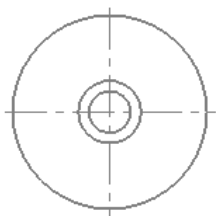
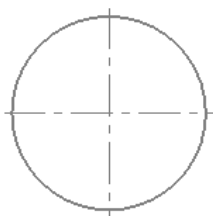

图 3.15.5 绘制三个圆
图 3.15.6 绘制第一个圆
(4) 绘制水平中心线。分别在“自动抓点”工具栏的 文本框、 文本框和 文本框中输入值-100、0 和 0，并分别按 Enter 键确认；然后在“直线”工具栏的 文本框中输入值 200，按 Enter 键确认；在 文本框中输入值 0，按 Enter 键确认。
(5) 单击 按钮，完成两条中心线的绘制。
Step2. 绘制图 3.15.5 所示的三个圆。
(1) 定义绘图图层。在状态栏 按钮后的文本框中输入值 2，并按 Enter 键确认。
(2) 定义绘图线型。在状态栏的 下拉列表中选择 选项，在 下拉列表中选择第二个选项 。
(3) 选择命令。选择下拉菜单 命令，系统弹出“编辑圆心点”工具栏。
(4) 绘制第一个圆。在绘图区选取两条中心线的交点为圆心，然后在“编辑圆心点”工具栏的 文本框中输入值 185，按 Enter 键确认。
(5) 单击 按钮，完成图 3.15.6 所示的第一个圆的绘制。